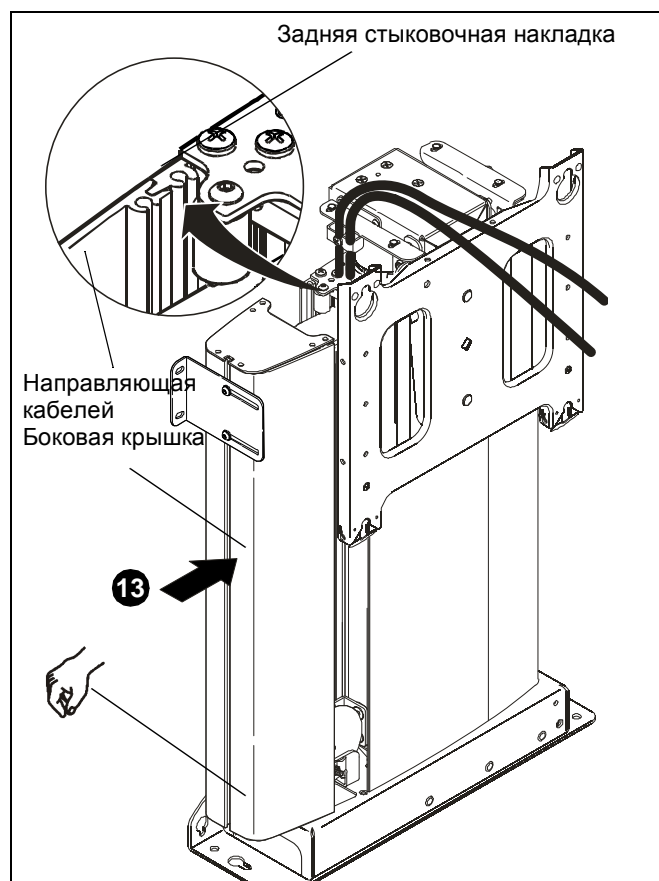

рис. 21
13. Установите боковую крышку направляющей кабелей на направляющую, убедившись, что выступ на задней стыковочной накладке полностью попадает в выемку на боковой крышке направляющей кабелей. (см. рис. 21)